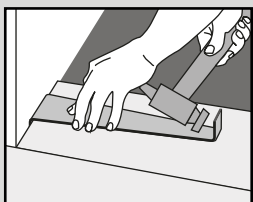

Fig. 6
6. Continúe instalando tablones a lo largo de la sala hasta completar la fila ayudándose de un rodillo de mano. Solo si fuera necesario, utilice una maza de goma y un recorte del producto para golpear con suavidad y que encaje. Puede utilizar una palanca para encajar el producto en los bordes del perímetro de la sala (fig. 6).